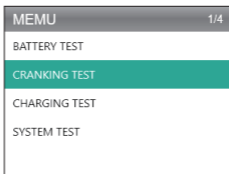

図 4.3.1
1. 「テストを開始」を選択し、[OK] を押します。（図 4.3.1 を参照）